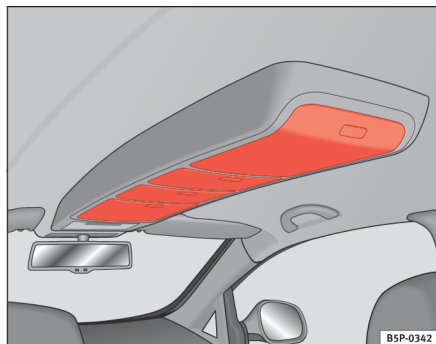

Fig. 105 Opbevaringsrum i tagkonsollen
- Tryk på knappen i afdækningen for at åbne tagkonsollen ⇒ fig. 105. Afdækningen åbner automatisk.